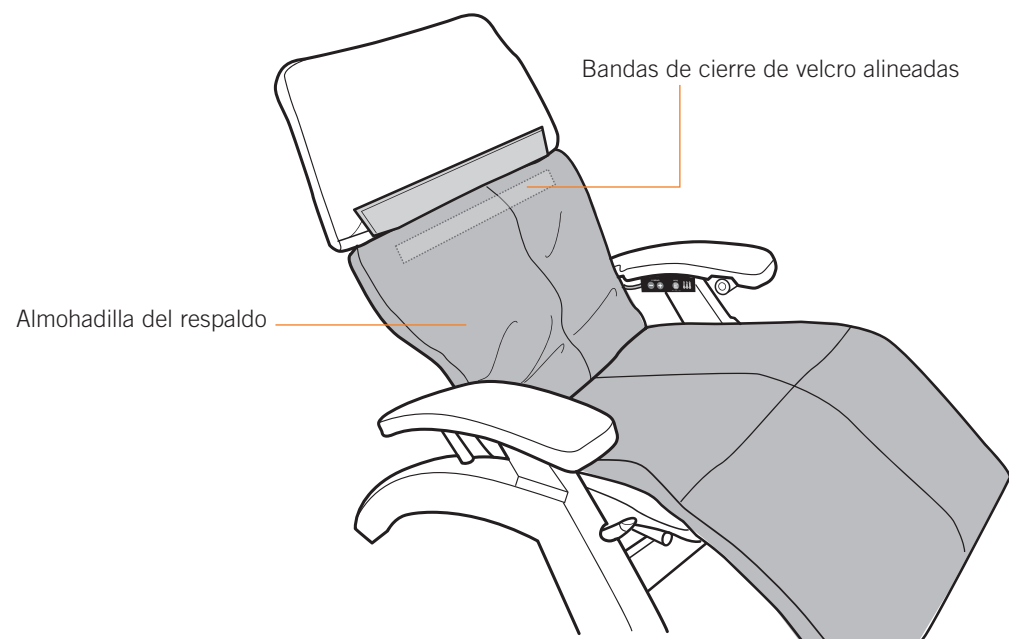

Fig.31
- Tire de la almohadilla del respaldo hacia arriba hasta que la banda de cierre de velcro en la parte posterior de la almohadilla se alinee con la banda de cierre de velcro ubicada en la lona de la silla, y luego cierre ambas bandas firmemente (Fig.31).